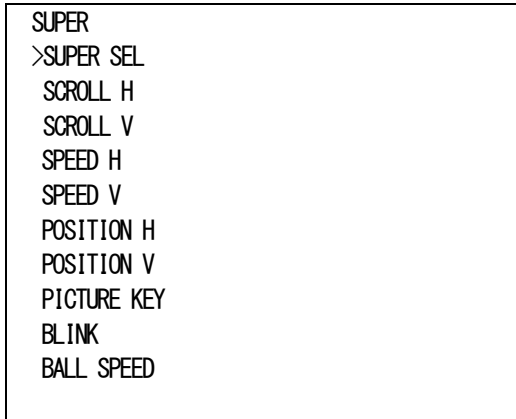

図4-30 オンスクリーンメニュー(SUPER例)
- 1)SDI OUT メニューで「SUPER[**SUPR**]」を選択し、**ENTER** ボタンを押すと図4-30のような設定メニューが表示されます。